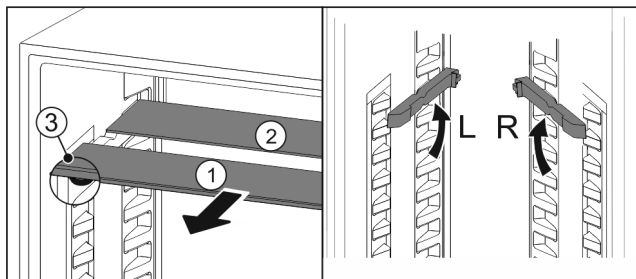

Fig. 55
- Skleněné desky jednotlivě vytáhněte dopředu Fig. 55 (1).
- Skleněná deska Fig. 55 (1) s ozdobnou lištou leží vpředu.
- Zarážky Fig. 55 (3) směřují dolů.